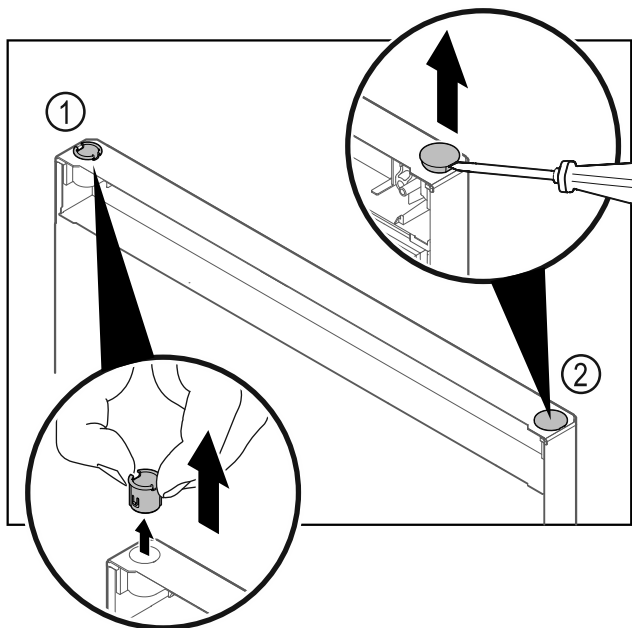

Fig. 28
- ▶ Trekk ut hengselbøssingen Fig. 28 (1) med fingrene.
- ▶ Løft dekkstøpselet Fig. 28 (2) forsiktig opp med en skruetrekker, og trekk det av.